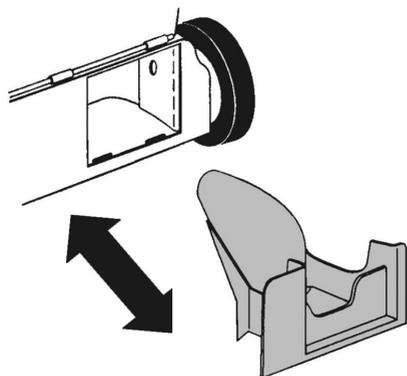

Рис. 8 Заглушка для мульчирования
7. Если работа газонокосилки в режиме мульчирования не планируется – извлеките заглушку для мульчирования из деки газонокосилки. Для этого поднимите заднюю крышку деки и извлеките заглушку (Рис. 8). Если планируется работа газонокосилки в режиме мульчирования – заглушку не извлекайте.